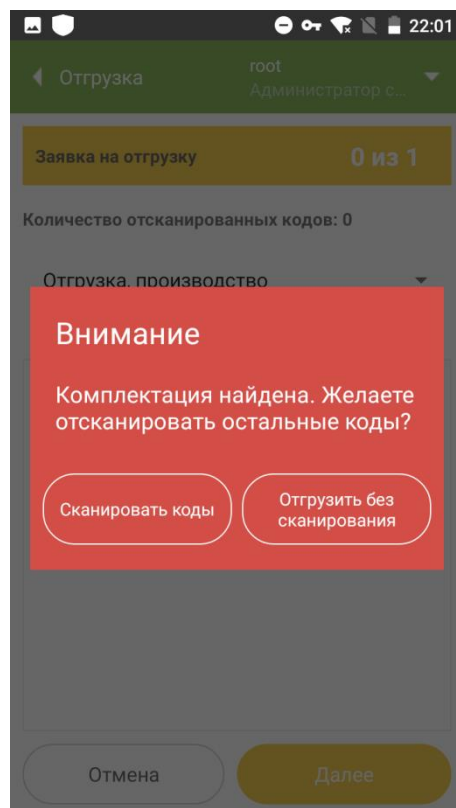

Рисунок 8.14
2.1.3. Если отсканированный код найден в комплектации, указанной при формировании сопроводительного документа, Система предложит отсканировать остальные коды или выполнить отгрузку без дальнейшего сканирования (Рисунок 8.14).